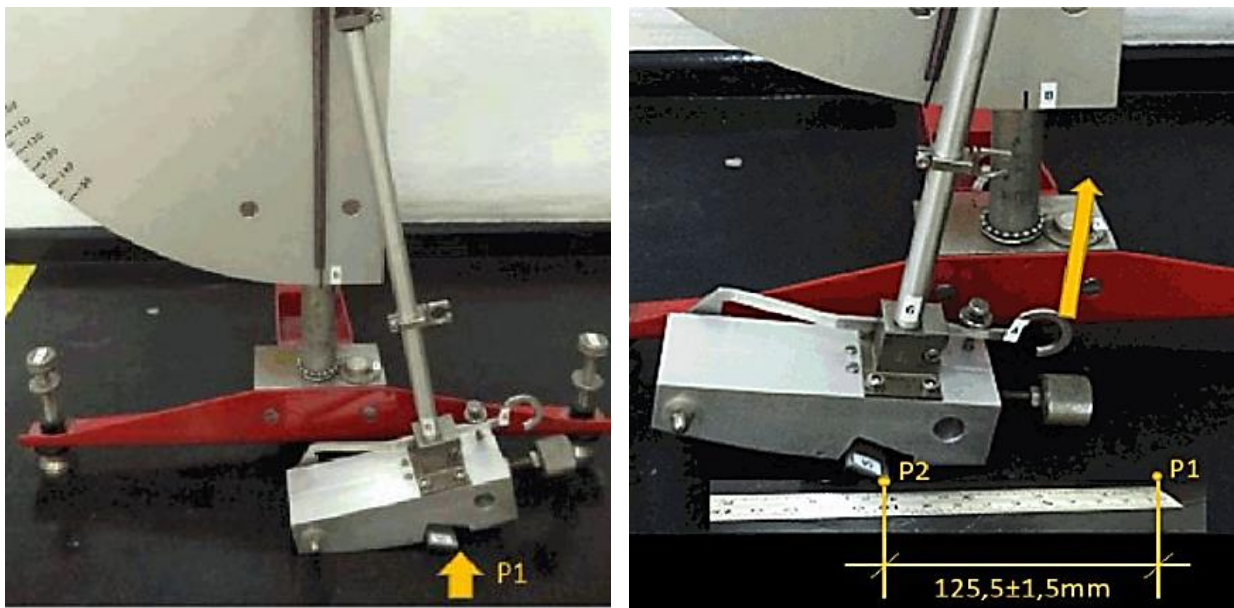

Figura 4 – Ajuste do comprimento de contato
7.3.2. Levante o controle deslizante levantando a alça, mova o pêndulo para a direita, abaixe o controle deslizante e permita que o pêndulo se mova lentamente para a esquerda até a borda do controle deslizante toque a superfície. Coloque o medidor ao lado do controle deslizante e paralelo à direção de giro para verificar o comprimento do caminho de contato. Levante o controle deslizante usando a alça de levantamento e mova o pêndulo para a esquerda, em seguida, reduza lentamente até que a borda do controle deslizante volte novamente para a superfície. Se o comprimento do caminho de contato não estiver entre 124 e 127 mm (47/8 e 5,0 pol.) em corpos de prova planos, conforme Figura 4, ou entre 75 e 78 mm (215/16 e 31/16 pol.) na roda de polimento curva da amostra, medidos da borda posterior à borda posterior do correção de borracha, ajuste levantando ou abaixando o instrumento com o parafusos de nivelamento frontais. Reajuste o nível do instrumento, se necessário. Coloque o pêndulo na posição de liberação e gire o arrasto ponteiro no sentido anti-horário até encostar no parafuso de ajuste no braço do pêndulo.